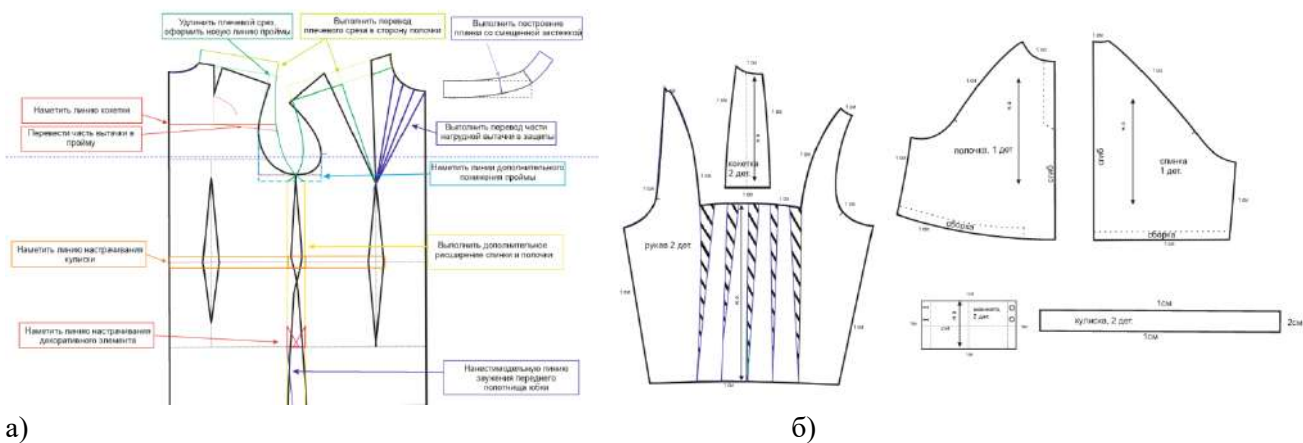

Рисунок 1 – пример оформления листа задания: а) нанесение линий и необходимых надписей для моделирования чертежа основы, б) результат моделирования
2. Используя графический редактор для конструирования и моделирования швейных изделий, в соответствии с эскизом и описанием нанесите новые фасонные линии на копию базового чертежа конструкции блузы на размер 42-44, соблюдая пропорции. Нанесите необходимые комментарии *по аналогии с ручным моделированием* (к примеру: закрыть вытачку) на изображения копии базового чертежа и представьте этот лист членам жюри в виде скриншота экрана и файла, сохраненного в указанную папку (рис. 1а).
3. Выполните копии основных деталей на листе и построение дополнительных деталей края, проведите моделирование, при необходимости оформите новые линии деталей, результаты представьте жюри в виде скриншота экрана и файла, сохраненного в указанную папку (рис. 1б).